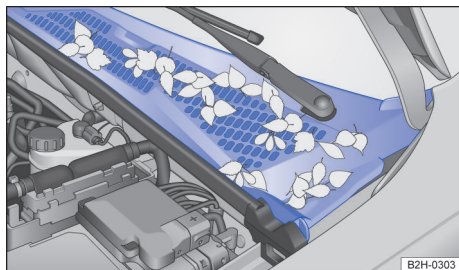

Fig. 203 Entre o compartimento do motor e o para-brisa: caixa coletora de água (representação esquemática).
Remover folhagens e outros objetos soltos com um aspirador ou com a mão → Fig. 203 → ❶. A limpeza do compartimento do motor deve ser sempre realizada por uma Concessionária Volkswagen ou uma empresa especializada → ⚠.